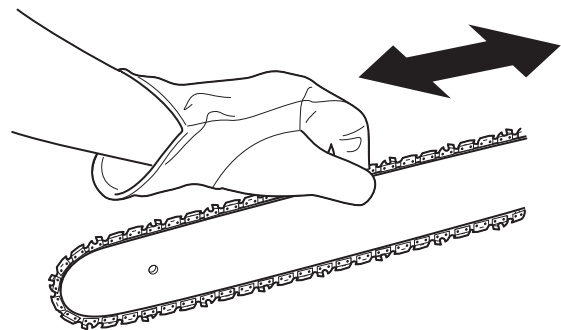

Fig. 34
3. Mantenga arriba la punta de la barra guía y mueva la cadena de la sierra hacia atrás y hacia adelante a lo largo de la barra guía (Fig. 34). Compruebe que la cadena de la sierra se mueve libremente y está en el engrane apropiado con la rueda dentada. Si la cadena de la sierra no se mueve con facilidad, gire lentamente el tornillo tensor de la cadena en el sentido contrario a las agujas del reloj para aflojar la cadena de la sierra.